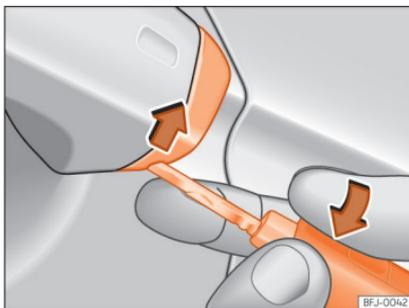

Fig. 81 Manipulo da porta do condutor: soltar a tampa fazendo alavanca.
- Introduza o palhetão na abertura inferior da tampa do manípulo da porta do condutor »» Fig. 81 e retire a tampa de baixo para cima.